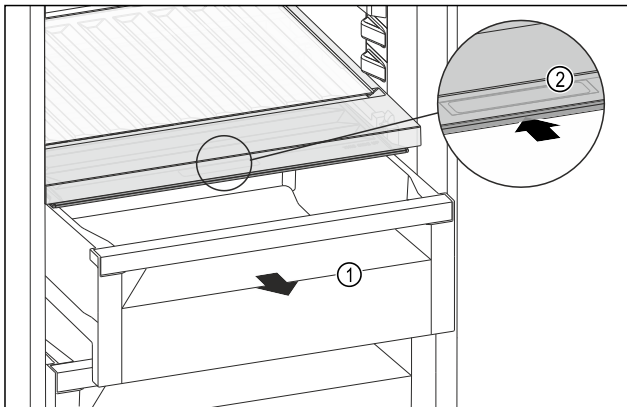

Fig. 149
- Schubfach Fig. 149 (1) herausziehen.
- Griffmulde Fig. 149 (2) am Fachdeckel anfassen und Fachdeckel gleichzeitig nach hinten schieben.